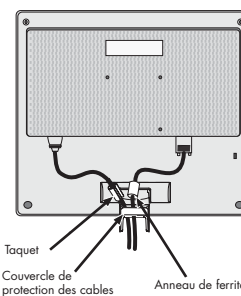

Figure TS.2
1. Lors de l'ajustement des câbles de connexion, vérifiez que le taquet et l'anneau de ferrite se situent au-dessus du couvercle de protection des câbles (Figure TS.2).